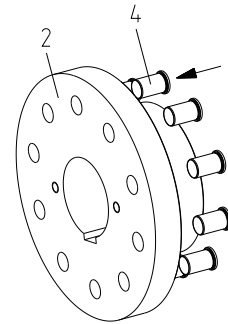

Bild 9
- Treiben Sie die Buchsen (Bauteil 4) mit Schlägen eines Schonhammers in die Bohrungen der Nabe Teil 2 (Bauteil 2) ein und/oder kühlen Sie die Buchsen vor der Montage im Kühlschrank oder mit Stickstoff ab (siehe Bild 9).